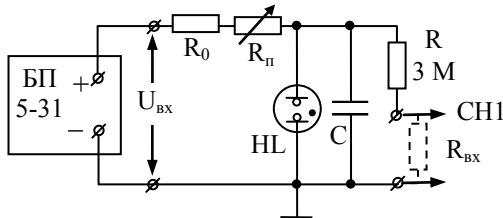

Рис. 29. Макет "Релаксационный генератор":
1) Используя макет "Релаксационный генератор" (прил. 1 к работе 3.2), соберите схему рис. 29. Переключатель режима входа осциллографа должен стоять в положении DC.